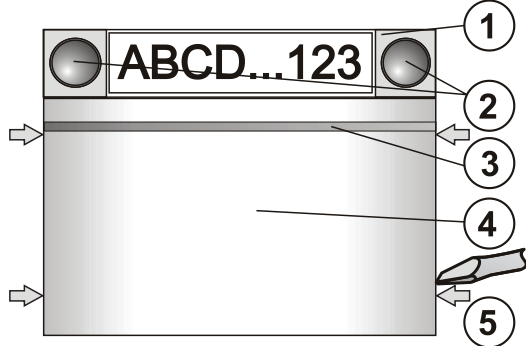

Figure : 1 - segment de commande; 2 - touches du segment; 3 - touche d'activation éclairée; 4 - module RFID; 5 - cliquets d'ouverture du module
- Appuyez progressivement sur les quatre cliquets latéraux (voir la figure 1) et retirez le module de la gaine plastique.
- Raccordez le câble du bus à la réglette de bornes (9).
- Raccordez l'arrivée des segments au connecteur interne du module (7).